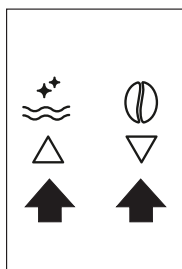

Rys. 12
- ▶ Postaw naczynie pod wylewkę gorącej wody (Rys. 12).